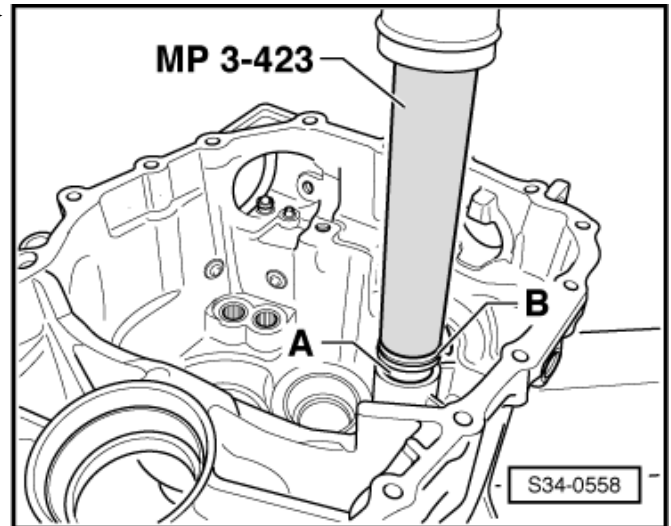

Abb. 14: Lagerbuchse für Schaltwelle ausziehen ►
- ☐ ausziehen ⇒ Abb. 14 in **34-7** Seite 7